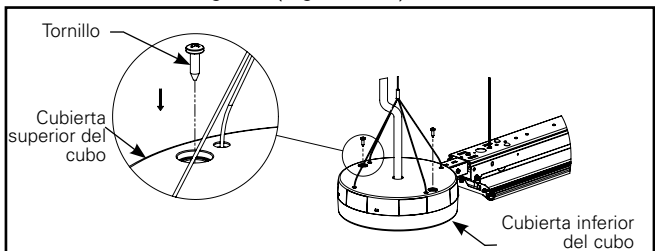

Figura 11.3.
- C. Instale el tornillo entre la cubierta superior e inferior del cubo en dos lugares (Figura 11.3).